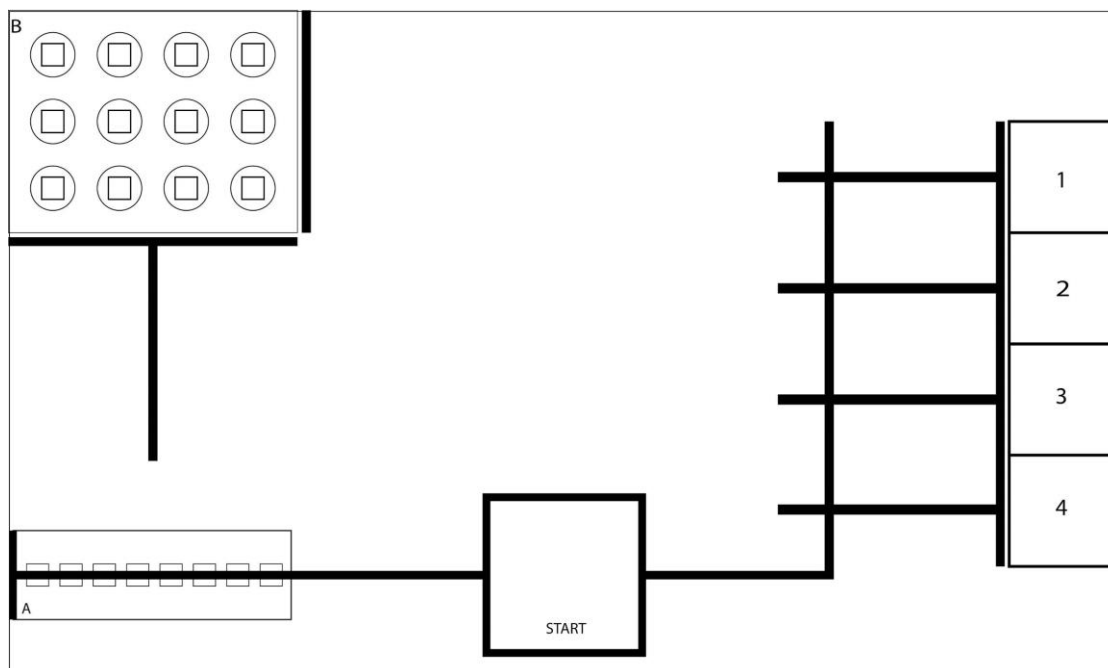

Рис. 1
- 2.1. Размеры игрового поля 1500x2500 мм (см. рис. 1).